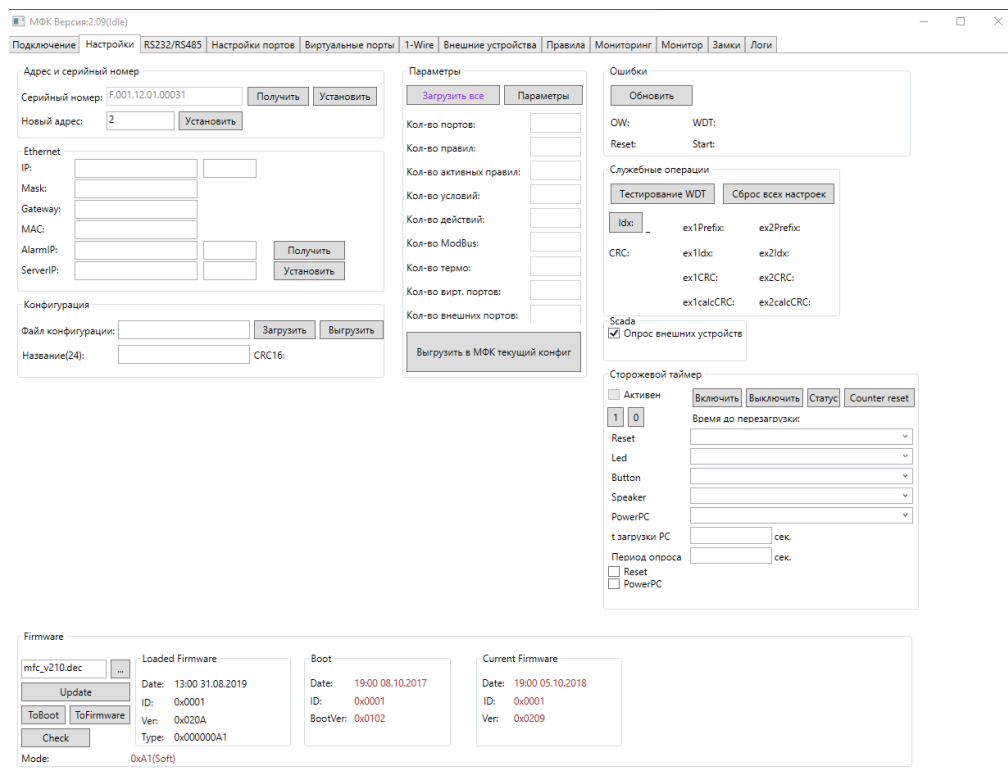

Рисунок 12
- 7) Внизу страницы, группа элементов Firmware. Выбираем файл прошивки “mfc\_v212.dec” и нажимаем Update. Рисунок 12.